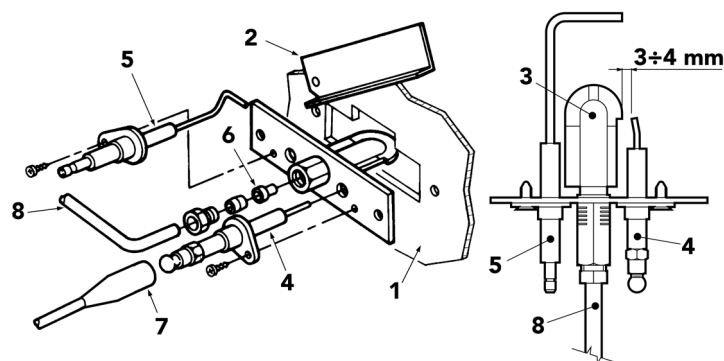

fig. 9 - Quemador piloto
- Los electrodos no presenten incrustaciones y estén bien colocados (véase fig. 9).
Después de repetidos intentos de encendido, la centralita electrónica bloquea la caldera.	Limpiar con aire comprimido los inyectores de los quemadores piloto. Controlar que el gas llegue a la caldera correctamente y que no haya aire en los tubos. Controlar que los electrodos estén correctamente colocados y no presenten incrustaciones (véase fig. 9). Controlar que la caldera esté conectada a una buena toma de tierra. Controlar las conexiones a los electrodos de encendido y de ionización.
En la fase de encendido, no se produce la descarga entre los electrodos.	Controlar que los electrodos estén correctamente colocados y no presenten incrustaciones (véase fig. 9). Termostato de regulación programado en valores demasiado bajos. Controlar la alimentación eléctrica. Controlar las conexiones a los electrodos de encendido y de ionización. Controlar las conexiones a la centralita electrónica de control de la llama. Controlar que no se hayan invertido la FASE y el NEUTRO y que los contactos a masa sean eficaces. Controlar la presión del gas en entrada y que no haya presostatos del gas abiertos. Rearmar el termostato de seguridad. Rearmar el termostato de los humos. Comprobar que el termostato de ambiente esté cerrado.